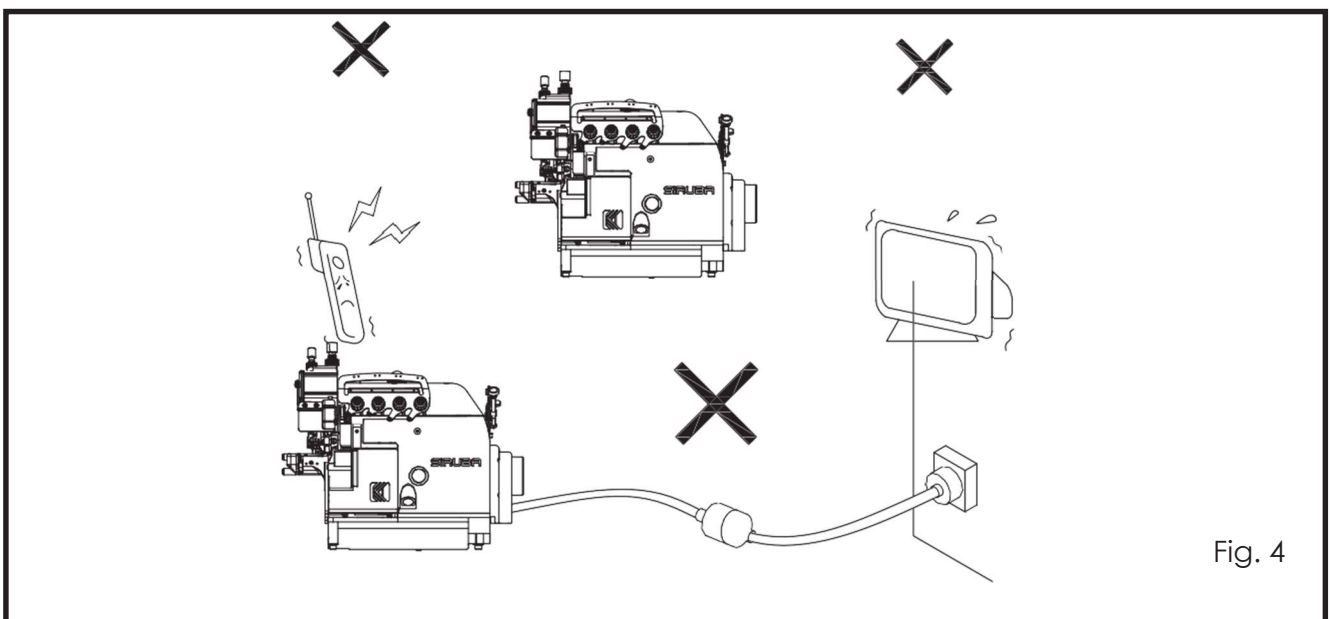

Fig. 4
- A fiação deve ser inserida diretamente na tomada de energia AC. Se usar uma extensão, isto pode causar mau funcionamento. (Fig. 4)